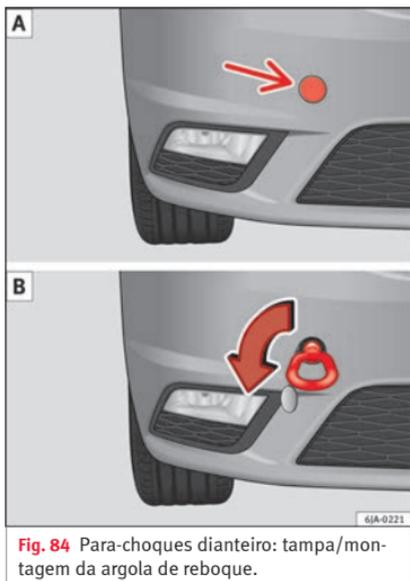

Fig. 84 Para-choques dianteiro: tampa/montagem da argola de reboque.
- Exerça pressão na zona esquerda da tampa no lugar da seta »» **Fig. 84 - A**.
- Enrosque a argola de reboque manualmente girando-a para a esquerda até acima »» **Fig. 84 - B**.